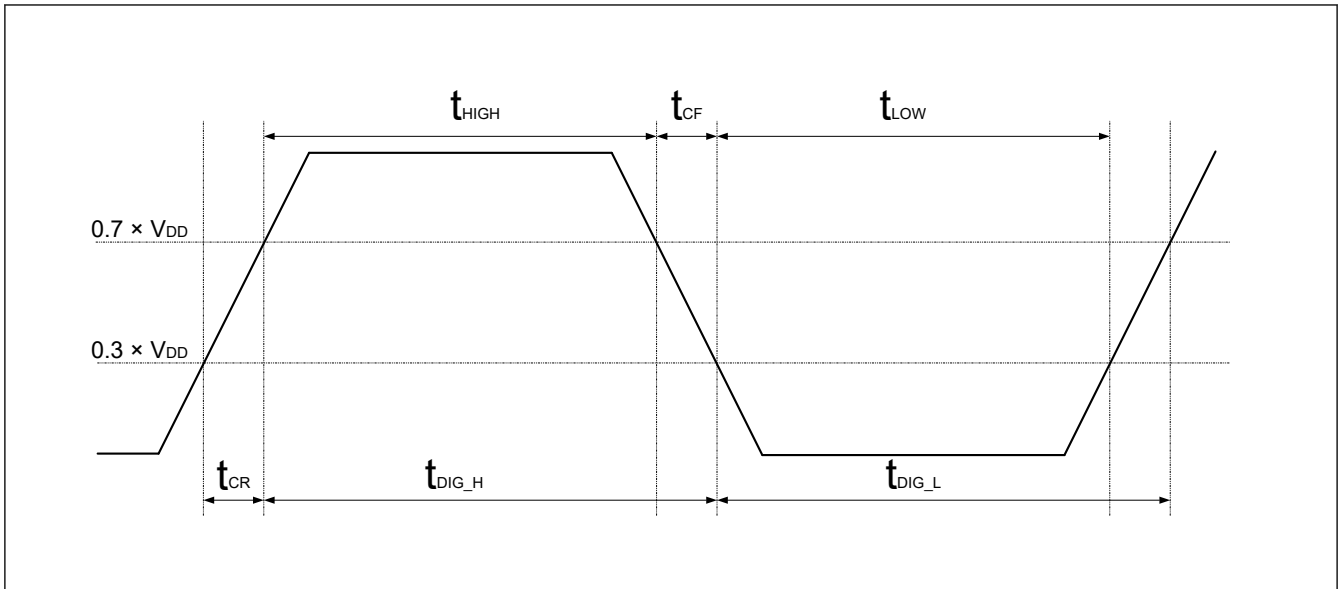

図 36.34  $t_{DIG\_H}$ 、 $t_{DIG\_L}$
2. tDIG\_L および tDIG\_H は VIL、VIH を使用した I3C バスのレシーバー終了時の Low および High 期間クロックです (図 36.34 参照)。